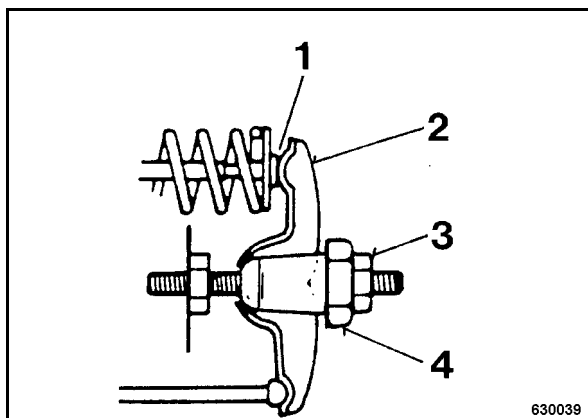

рис. 49
- Проверить зазор в клапанном приводе 1 (рис. 49) с помощью щупа. Для осуществления регулировки удерживать шестигранную гайку (4) на коромысле, и ослабить контргайку (3).
- Повернуть шестигранную гайку (4) коромысла так, чтобы находящийся между коромыслом и стержнем клапана щуп после последующего затягивания контргайки (3) можно было бы протянуть с едва заметным сопротивлением.
- Вставить новое уплотнение 4 (рис. 49), вставить вентиляционный шланг (2) в штуцер (5) и равномерно закрепить крышку клапана.